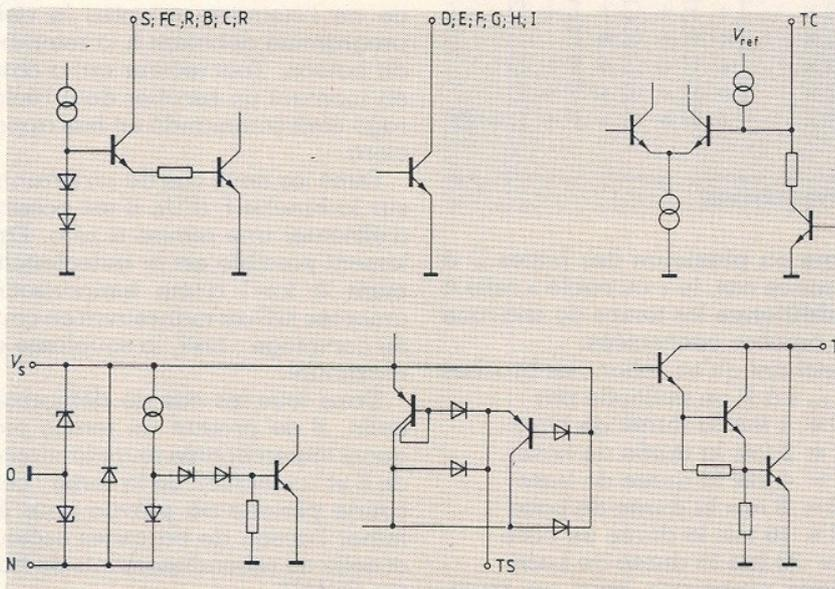

Figure 6
Il s'agit d'un circuit intégré **bipolaire** qui ne requiert aucune précaution particulière de manipulation. La figure 6 précise la structure interne terminale des broches accessibles. La masse de la puce est la broche (1), et le positif d'alimentation globale est + U_s (broche 18) ; la Zener qui les relie est une 6,8 V ainsi que celle disposée entre N et 0.